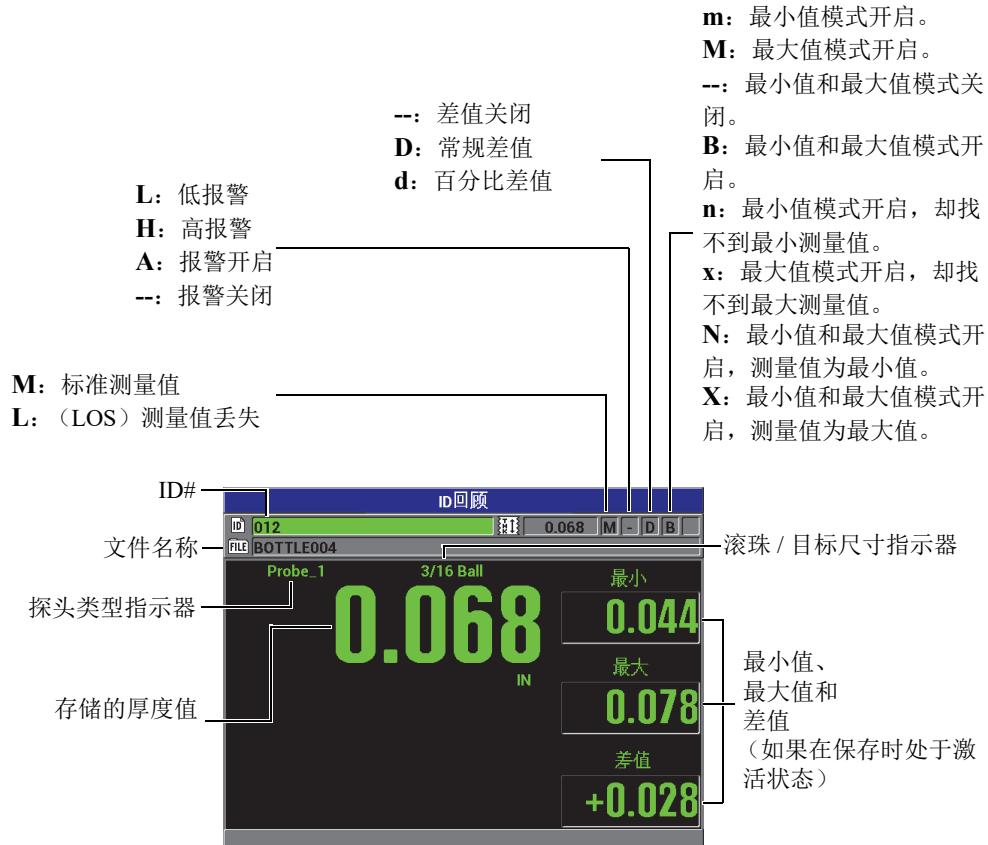

图 7-15 ID 回顾屏幕
第 129 页的图 7-15 为一个 ID 回顾屏幕的示例, 并对示例中的内容进行介绍。这些标志与仪器使用发送指令时所传输的状态词的单字母缩写相同。
2. 仪器显示测量屏幕时，按 [标识码] 键，打开 **ID 回顾** 屏幕（参见第 129 页的图 7-15）：